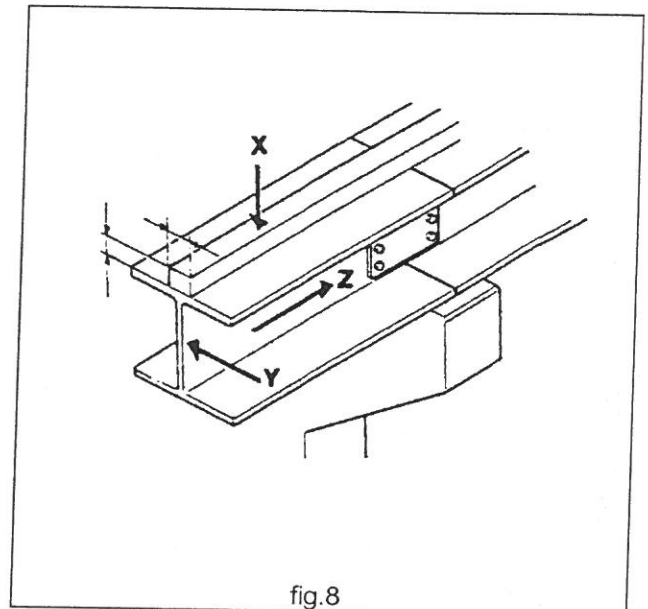

fig.8
- controllo degli ancoraggi ausiliari, di quelli alle pareti e delle vie di corsa (fig. 8).